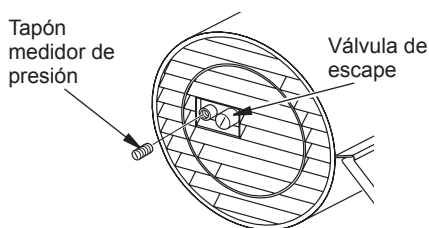

Figura 9 - Retiro del tapón medidor de presión
1. Retire el tapón medidor de presión de la cubierta del extremo del filtro (consulte la figura 9).